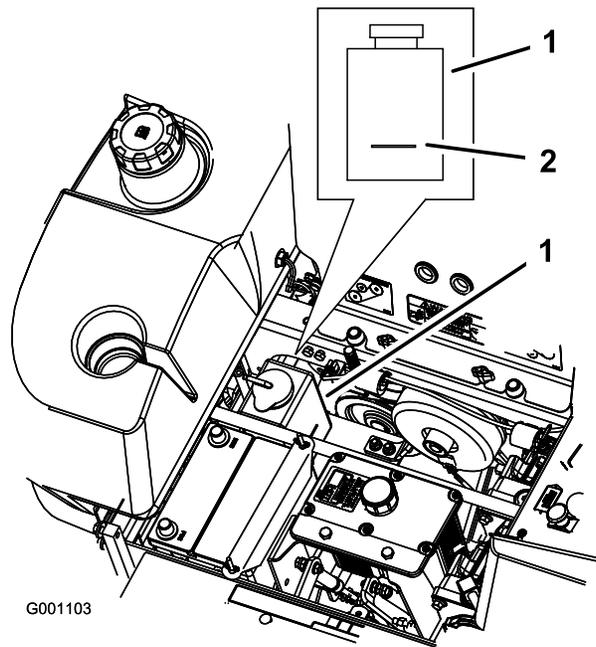

Figure 66
3. Lorsque le moteur est froid, vérifiez le niveau de liquide dans le vase d'expansion. Le liquide doit atteindre la bosse à l'extérieur du vase d'expansion (Figure 66).
4. Si le niveau de liquide est insuffisant, versez un mélange 50/50 d'antigel longue durée/Dex-Cool® et d'eau dans le vase d'expansion (Figure 66).
5. Versez une quantité suffisante de mélange 50/50 dans le vase d'expansion pour atteindre le trait de repère (Figure 66).